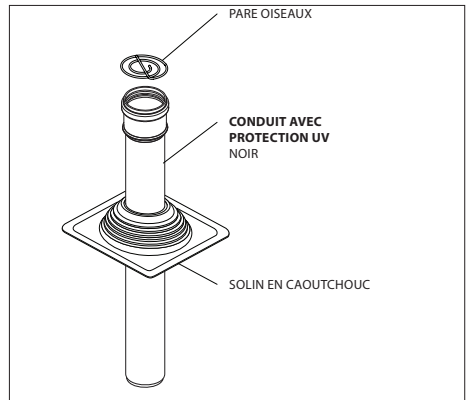

Figure 15 - Sortie verticale de conduit
### Conduit simple vertical (Fig. 15)
2. Fixez le solin au toit. (Fig. 15)